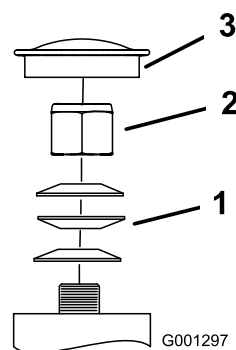

Figura 40
3. Retire el tapón anti-polvo de la rueda giratoria y apriete la contratuerca (Figura 40).
vuelta para establecer la pre-carga correcta de los cojinetes (Figura 40).
Importante: Asegúrese de que las arandelas de muelle están correctamente instaladas, según muestra Figura 40.
5. Coloque el tapón anti-polvo (Figura 40).